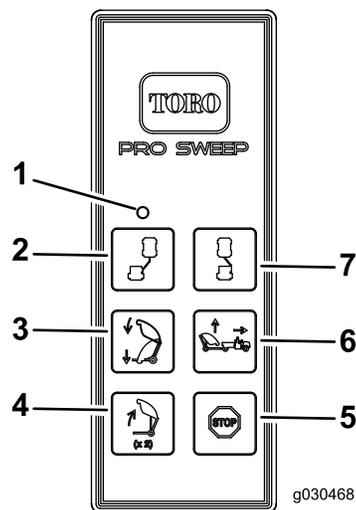

图28
2. 按住料斗倾倒按钮 1 秒释放按钮 1 秒钟并再次按下料斗倾倒按钮 图28。